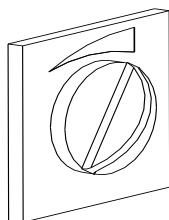

Fig. 6: Valvola a farfalla
- Se è presente una valvola a farfalla, aprirla completamente (vedi fig.6).
- Aprire lentamente l'antina per non creare turbolenze ed evitare fuoriuscite di fumo. Aprire completamente la valvola a farfalla, se presente (vedi pg. 3 / fig. 6).